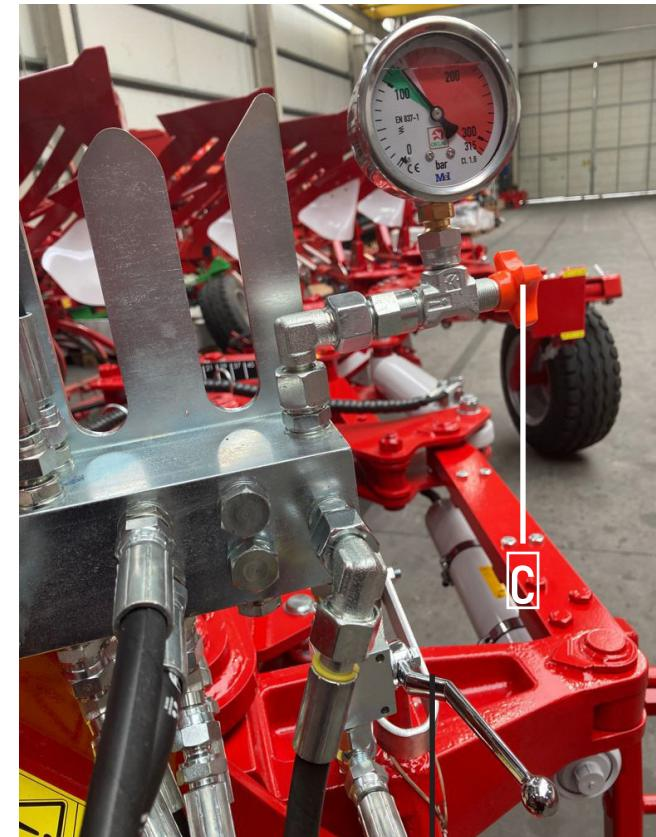
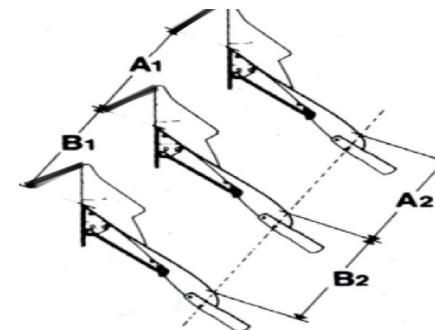

Fig. 6
Fig. 8
- Abrir la llave C (Fig.6) para poder leer la presión en el manómetro.
- Abrir la llave L (Fig.6).
Comprobar las distancias $A_1=A_2$ y $B_1=B_2$ como se muestra en la figura (Fig. 6). Si dichas distancias no coinciden, ajustar mediante el tirante C actuando sobre las tuercas D Y D' (Fig. 8 y 9).